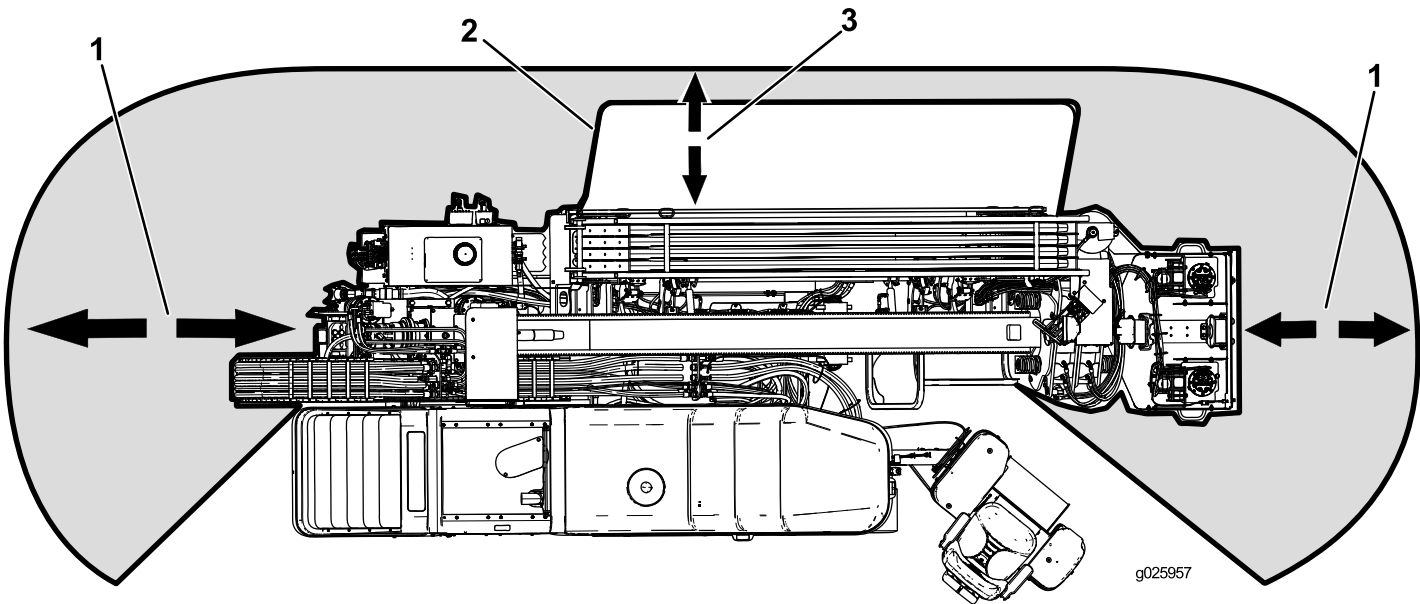

Figura 4
- Baje siempre el protector del cargador de tubos antes de perforar (Figura 4).